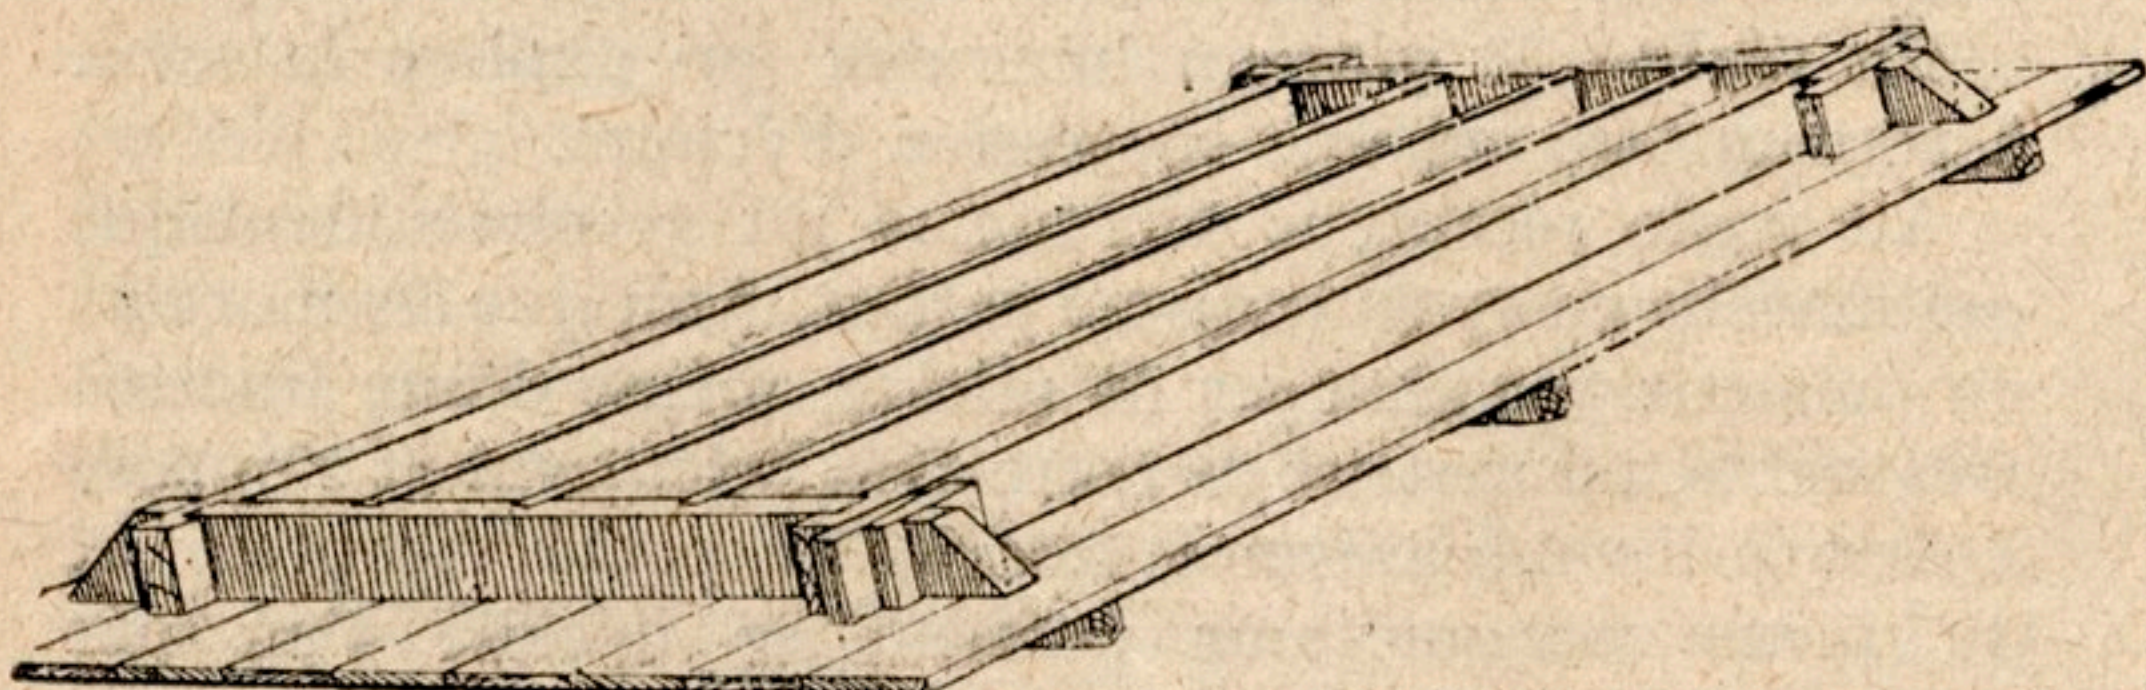

FIG. 3. — Coffrage de poteaux en série.
a) Un tube en cuivre (fig. 3) de 20 millimètres de diamètre et d'environ 200 millimètres de long, possède, soudée à l'une de ses extrémités, une pointe en acier. A l'autre extrémité une tige en acier terminée par un collet est introduite dans le tube où elle s'emmanche très juste : un récepteur téléphonique relié à cette tige à l'aide d'un fil, complète l'appareil.
Pour coffrer les poteaux sur chantier, on peut, si l'on a des planches en quantité, opérer en série ; une plate-forme en bois sert à coffrer une douzaine de poteaux rangés parallèlement, que séparent des planches (fig. 3). Mais pour l'amateur qui, n'ayant à employer ses planches qu'une fois, en veut naturellement acheter le moins possible, nous conseillons d'employer la méthode suivante, que décrit ainsi notre collaborateur M. Chaplet dans son petit ouvrage : *Pour le cimentier*. On fait tout avec deux planches, l'une étroite et épaisse, l'autre large et peu épaisse.